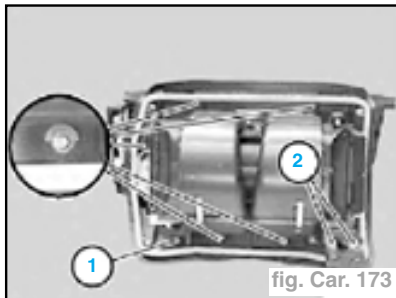

fig. Car. 173
- Soulever le carter de soufflante (1) et dégager le tuyau double (2) (fig. Car. 173).